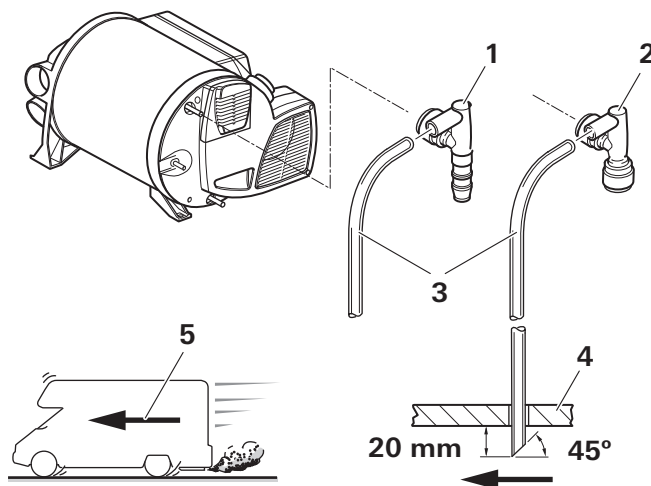

Fig. 35
► Guider le tuyau d'aération par un trou dans le plancher du véhicule et découper environ 20 mm sous le plancher du véhicule 45° à l'oblique par rapport au sens de la marche (Fig. 35).
- Étanchéifier par le bas le vide entre le tuyau et le trou avec un mastic d'étanchéité plastique (Fig. 35).